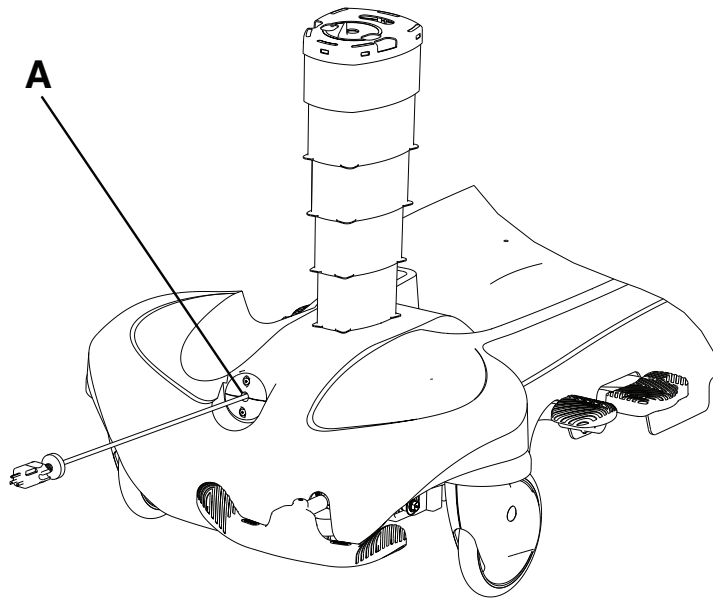

Figura 18 – Meccanismo di riavvolgimento del cavo di alimentazione
Per estendere il cavo di alimentazione, estrarne la lunghezza desiderata dall'apposito meccanismo di riavvolgimento (A) (Figura 18).